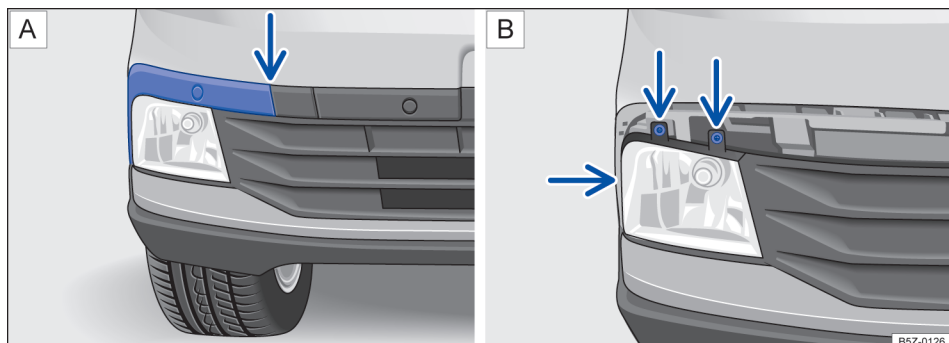

Fig. 126 No para-choque dianteiro: Ⓐ desinstalar a moldura do farol de neblina e Ⓑ retirar os parafusos do farol de neblina.
Desencaixar a moldura, cuidadosamente → Ⓛ, primeiramente pelo local indicado pela seta → Fig. 126 A. Remover completamente para acessar os parafusos do farol de neblina.
4. Retirar os parafusos indicados pelas setas → Fig. 126 B.
14. Recolocar os parafusos indicados pelas setas → Fig. 126 **B** para fixar o farol de neblina.
15. Recolocar a moldura da esquerda para a direita → Fig. 126 **A**.